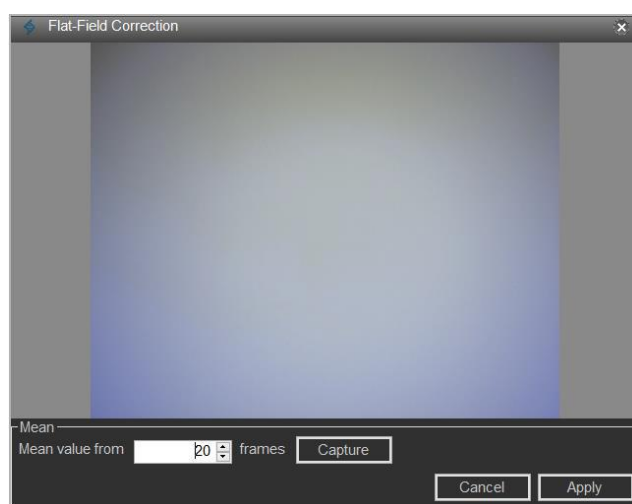

図 16. [Flat-Field Correction]ダイアログボックス
4. [Flat-Field Correction]ボタンをクリックすると、ダイアログボックスが表示されます（図 16）。